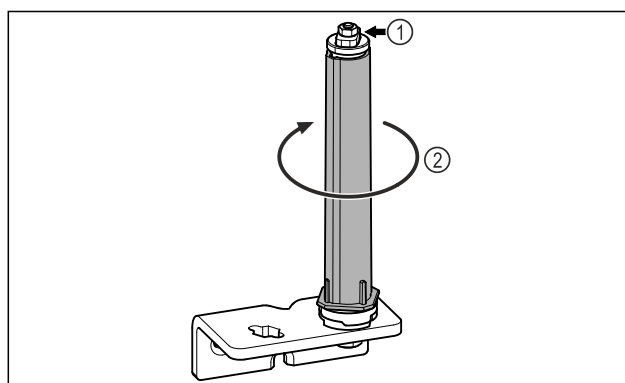

Fig. 29
- Ne razstavite sistema za zaklepanje vrat Fig. 29 (1).
- Obračajte zaporni sistem Fig. 29 (2), dokler ne klikne.